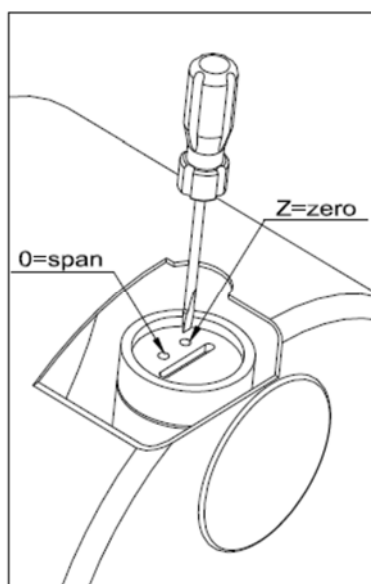

Abbildung 2
4. Wenn der Eingangsdruck Null beträgt, stellen Sie den Ausgangssignalwert zusammen mit dem entsprechenden ZERO-Trimmer im Gerät auf 4 mA ein (Abbildung 2).